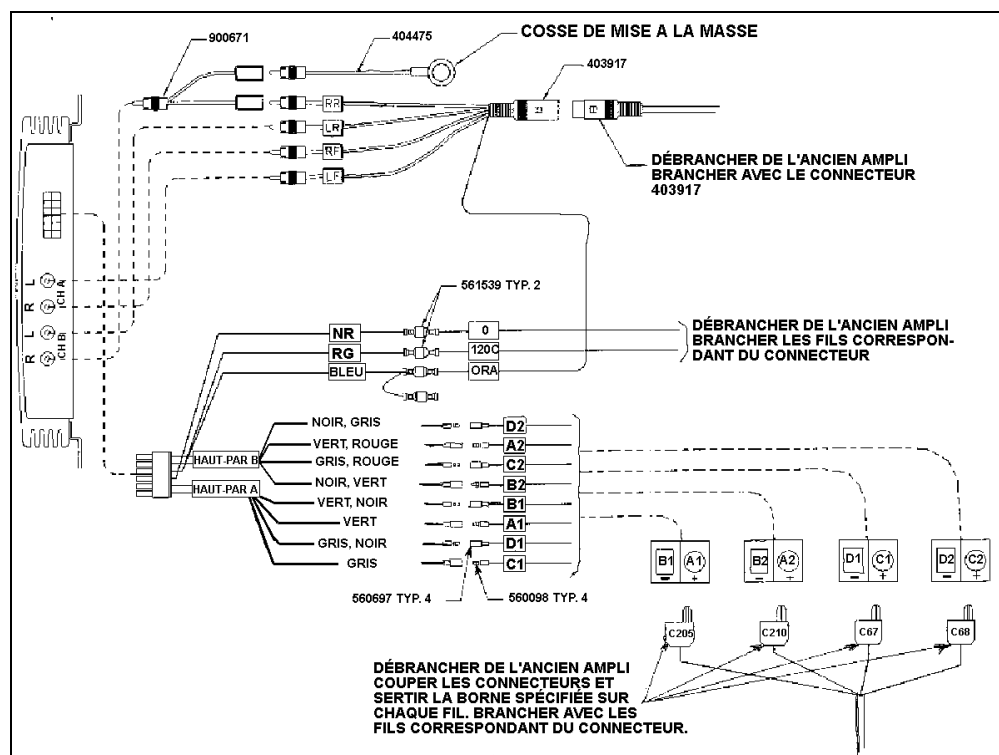

FIGURE 2
Remarque: Se référer à la figure 2 pour le schéma électrique de l'installation de l'amplificateur.
8. Réinstaller l'amplificateur dans le compartiment avec les vis de fixation, si nécessaire, percer de nouveaux trous dans la paroi pour fixer l'amplificateur. Faire le branchement du câblage selon la figure 2.
Remarque: Se référer aux figures 2 et 3 pour le schéma électrique de l'installation de l'amplificateur.
8. Réinstaller l'amplificateur dans le compartiment avec les vis de fixation, si nécessaire, percer de nouveaux trous dans la paroi pour fixer l'amplificateur. Faire le branchement du câblage selon les figures 2 et 3.